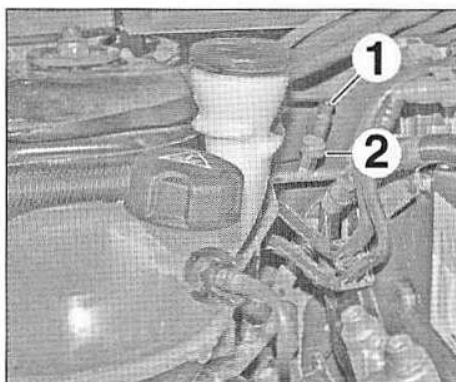

FIG.33
- Débrancher le connecteur (1) (Fig.33).
- Dévisser et déposer le pressostat (2).